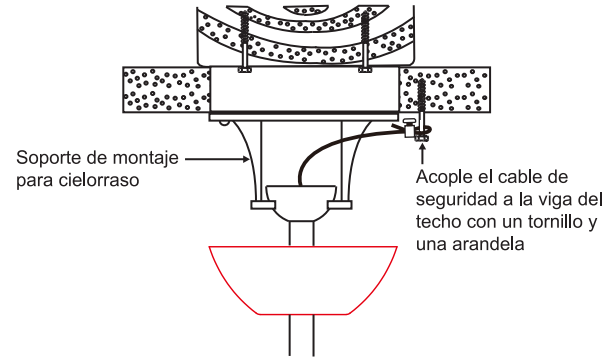

Fig. 11
Paso 1. Inserte el tirafondo y arandelas proporcionados en el colgante de viga junto al soporte de montaje, pero no ajuste. (Fig. 11)